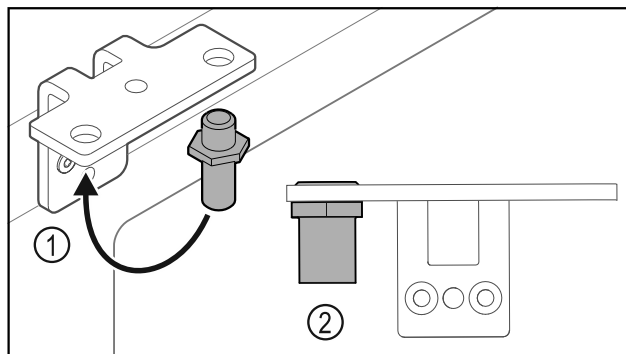

Fig. 25
- ▶ Переставьте палец Fig. 25 (1) в шарнирном уголке.
- ▶ Затяните палец Fig. 25 (2) с **моментом 12 Нм**.